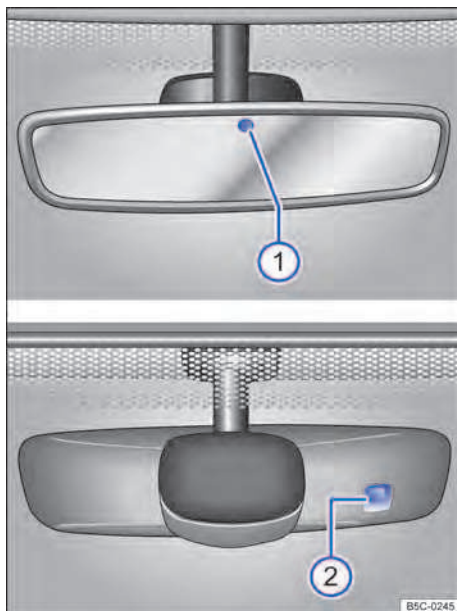

Fig. 70 En el parabrisas: espejo retrovisor interior antideslumbrante automático.
Las posibles causas de averías e interpretaciones erróneas en la zona de la superficie sensible → fig. 70 del sensor de lluvia son, entre otras:
Cuando se conecta el encendido, los sensores miden la incidencia de luz. Hay 2 sensores en el espejo retrovisor interior, uno que mide la incidencia de luz por *delante* → fig. 70① y otro que mide la incidencia de luz por *detrás* ②. En función de los valores medidos, el espejo retrovisor interior se oscurece automáticamente.